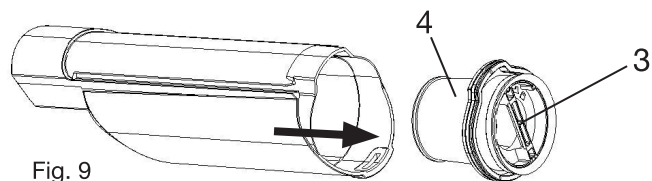

Fig. 9
Houd het reservoir boven een afvalbak en trek aan het lipje (3) (fig. 9) om het filterblok (4) te verwijderen (fig. 9).